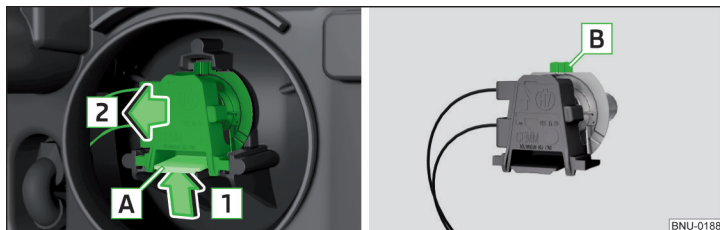

Fig. 347 Sustituir la bombilla para luz de cruce y de carretera
- › Presionar el enclavamiento **A** en el conector en el sentido de la flecha **1** » fig. 347.